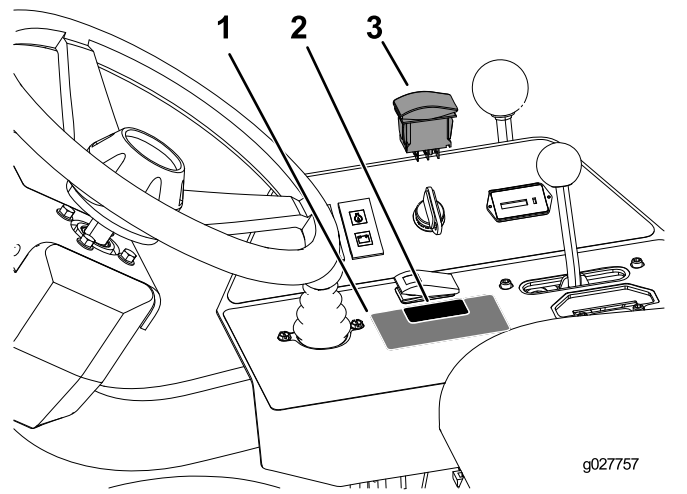

Figura 9
2. Retire o tampão de plástico e instale o interruptor como se mostra na Figura 9.
3. **Para modelos fabricados antes de 2015:** Fixe o autocolante no painel de controlo como se mostra na Figura 9.